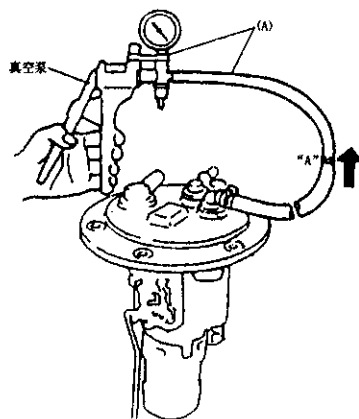

图 2-99 用真空泵检查
③ 当真空泵接到燃油蒸发软管上,如图 2-99 所示,向阀内泵入空气时,空气应从“B”流到“A”。